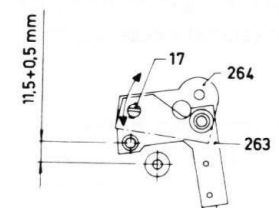

Fig. III-9
- De afstand tussen de pen van de cassette-ontgrendeling en het oplegpunt van de cassette moet hart op hart $11,5 \pm 0,5$ mm bedragen (zie fig. III-9).